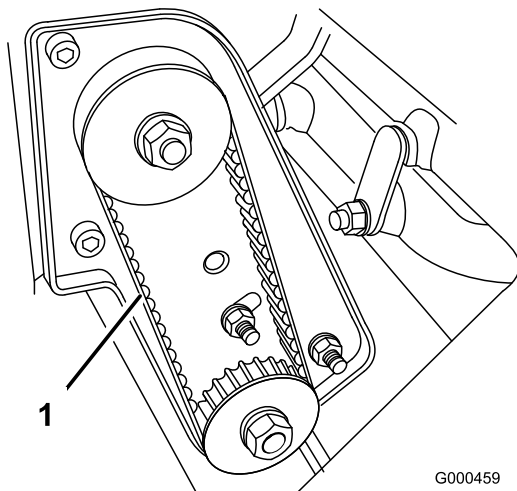

Figura 38
2. Verificate la tensione premendo sulla cinghia (Figura 38) al centro tra le pulegge, applicando una forza di $2 \pm 0,5$ kg. La cinghia deve flettersi di 4,8–7,9 mm. Se la flessione non è esatta, procedete alla voce seguente.